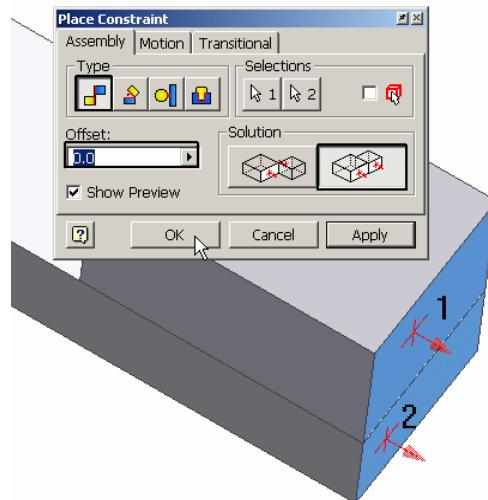
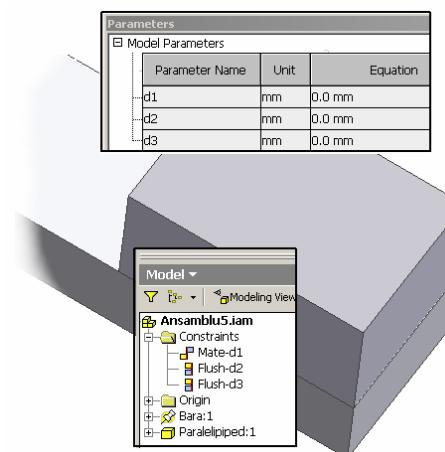

Figura 3.5.6.
Figura 3.5.7.
- aliniere **Type - Mate, Solution - Flush, Offset = 0** plan vertical dreapta **paralelipiped** cu plan vertical dreapta **bară** – lansare comandă **Constraint**, click punctul 1, click punctul 2, butonul **Apply**, figura 3.5.6, cu rezultatul din figura 3.5.7. În urma operației, dacă se punctează icoana **Parameters** din panelul **Part Features**, va apărea fereastra **Parameters**, figura 3.5.7, care conține parametrii dimensionali creați de Autodesk Inventor. Mărimea „**d3**” corespunde variabilei ce memorează distanța **Offset = 0** dintre cele două plane impusă prin constrângere. De asemenea panelul **Browser Bar**, afișat în modul de afișare **Modeling View**, este completat cu intrarea **Flush**, care se va redenumi **Flush -d3**. Prin această constrângere, numărul de grade de libertate ale paralelipipedului s-a redus la 0.